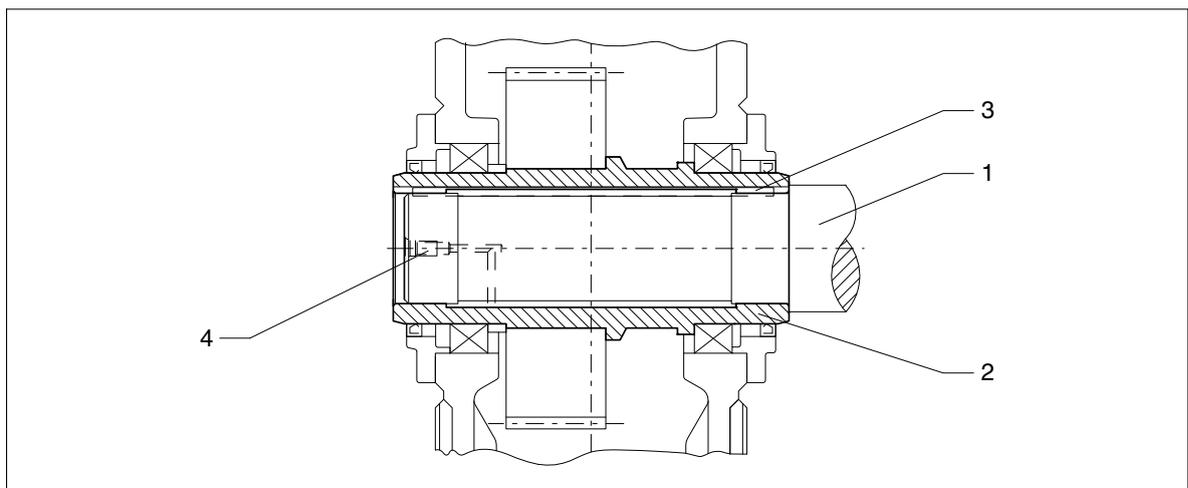

Figura 41: Albero cavo con linguetta, preparativi
Per facilitare lo smontaggio (vedi pure punto 6.4.3) consigliamo di prevedere un allacciamento per olio compresso sull'estremità dell'albero della macchina operatrice. A tale scopo si deve praticare un foro che sfoci nell'alesatura interna dell'albero cavo (vedi figura 41). Questo allacciamento può essere utilizzato anche per la conduzione di olio antiruggine.
- Per facilitare l'estrazione della trasmissione in caso di formazione di ruggine da ossidazione sulle superfici di contatto, l'estrazione della trasmissione ad ingranaggi deve essere facilitata per mezzo dell'impiego di olio antiruggine. L'applicazione dell'olio antiruggine può avvenire per mezzo dell'allacciamento per l'olio compresso (vedi figura 41), utilizzando, per esempio, una pompa.